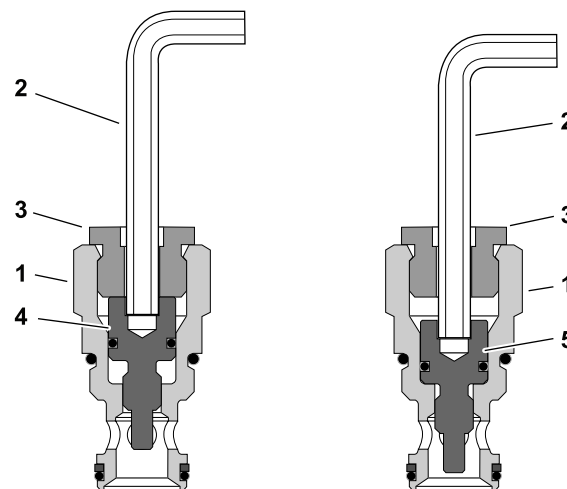

Figure 64
3. Réglez les plongeurs à la position de dérivation en insérant une clé hexagonale (6 mm) dans l'obturateur et en tournant le plongeur à fond dans le sens horaire ; voir Figure 64. Répétez cette procédure pour chaque obturateur (4 en tout).